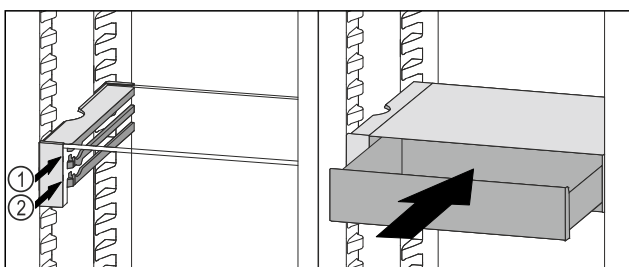

Fig. 163
- Stavite ladicu VarioSafe ukoso iza zaustavljača na željeni žlijeb Fig. 163 (1) ili Fig. 163 (2).